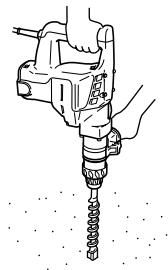

Fig. 9
- (d) Cambie la palanca selectora a "martilleo" de acuerdo con los procedimientos mencionados en el ítem (1) anterior y asegure la posición de la herramienta.
5. Calentamiento (Fig. 9)